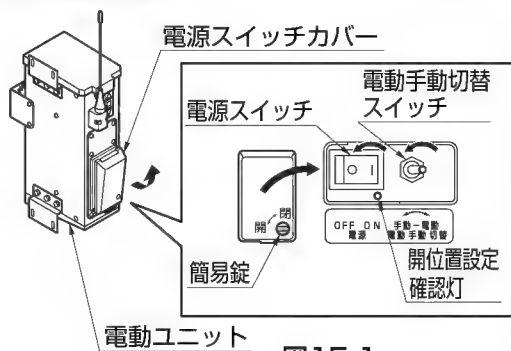

図15-1
- ③ 引戸が全閉状態の位置で、マグネットスイッチが電動ユニットのリードスイッチの中心に合うように、移動させテープ等で仮固定してください。(B図参照)
- ① 引戸を手動にて全閉状態から約1m開けてください。
- ② 電動ユニットの電源スイッチカバーを開け、コントロールボックスの電動手動切替スイッチを電動側にし、電源スイッチをONしてください。(図15-1参照)